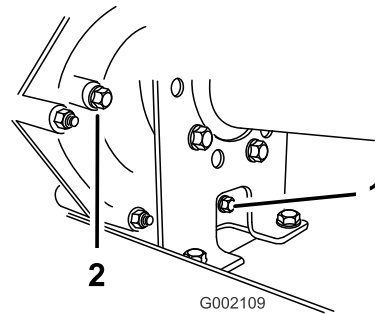
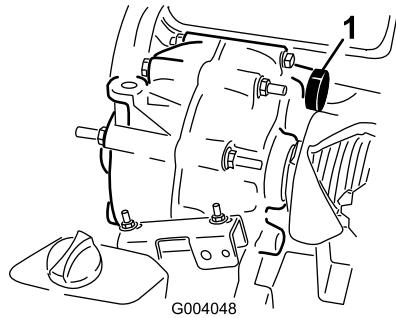

图 62
图 63
2. 用抹布清洁加注塞和排油塞周围的区域 (图 62)。
4. 逆时针旋转加注塞然后将其取出 (图 62)。
5. 逆时针旋转排放塞然后将其取出 (图 62)。
6. 将排放塞和垫片安装到变速箱的排放塞孔中并拧紧 (图 62)。
- 通过加注塞孔向油箱图 63 注入约 1.4L 指定液体或直到变速箱中的液位与螺纹底部齐平图 62。
- 将加注塞和垫片安装到变速箱的加注塞孔中并拧紧图 62。
- 检查液位如果液位低于加注塞孔的螺纹应添加更多液体图 62。